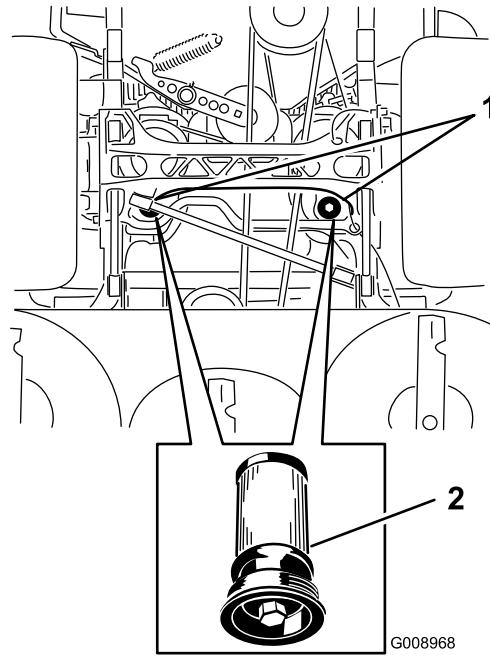

Figure 112
5. Placez un bac de vidange sous le filtre, retirez le filtre usagé et essuyez la surface (Figure 112).
6. Appliquez une fine couche de liquide hydraulique sur le joint en caoutchouc du filtre de recharge (Figure 112).